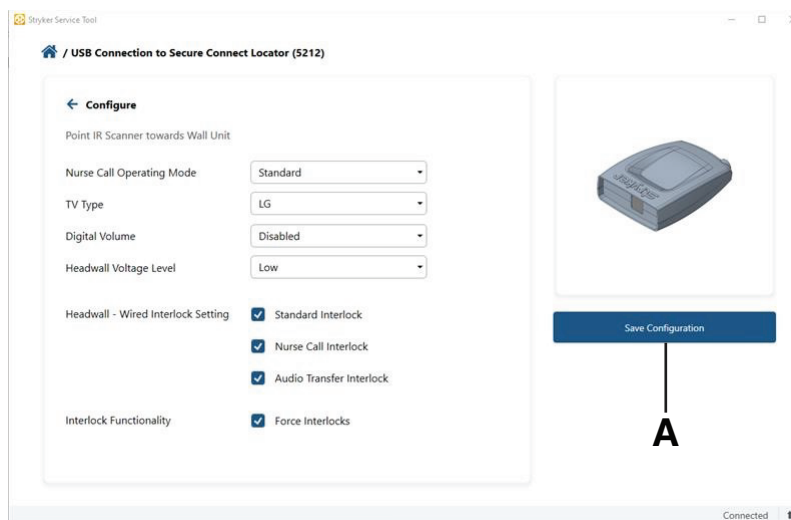

Figura 4 – Instrument de service Stryker
2. Selectați **Salvare configurare (A)** (Figura 4).